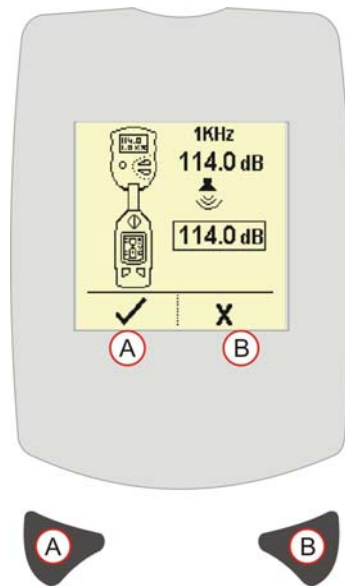

Figura 5 Schermata Modalità Taratura
4. Installare stabilmente il Calibratore Acustico sul microfono. Lo strumento rileva automaticamente un tono a 1kHz da un calibratore a 94 o a 114 dB ed entra in modalità di taratura (Figura 5).